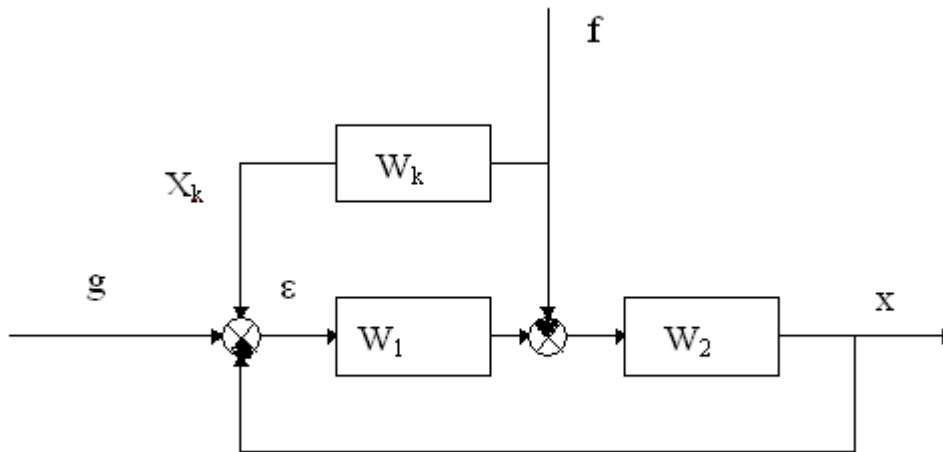

Рис.12.1.
1. Загрузить лабораторную работу (схема 12.1.). Схема идентична рис.12.1., причем: